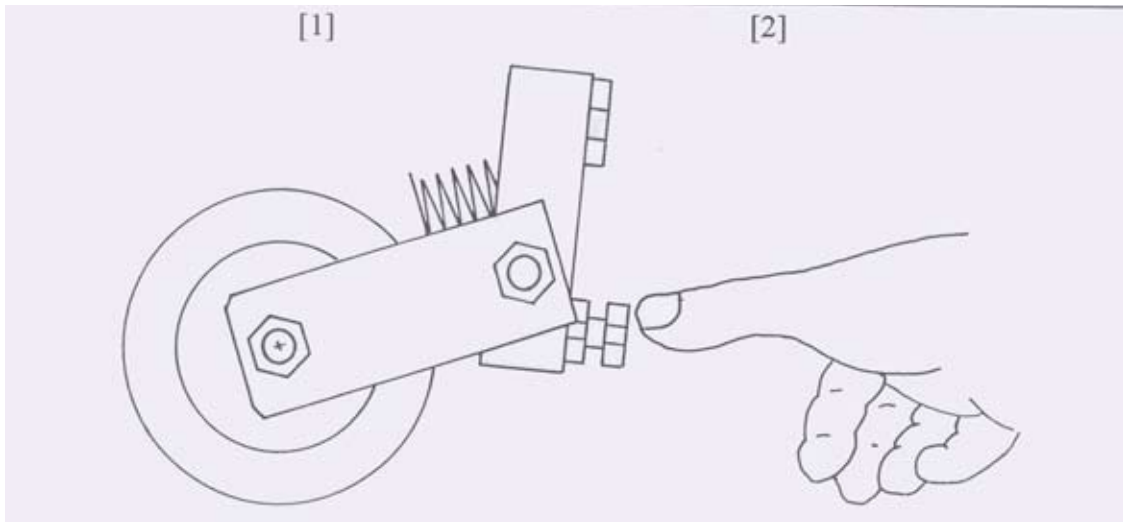
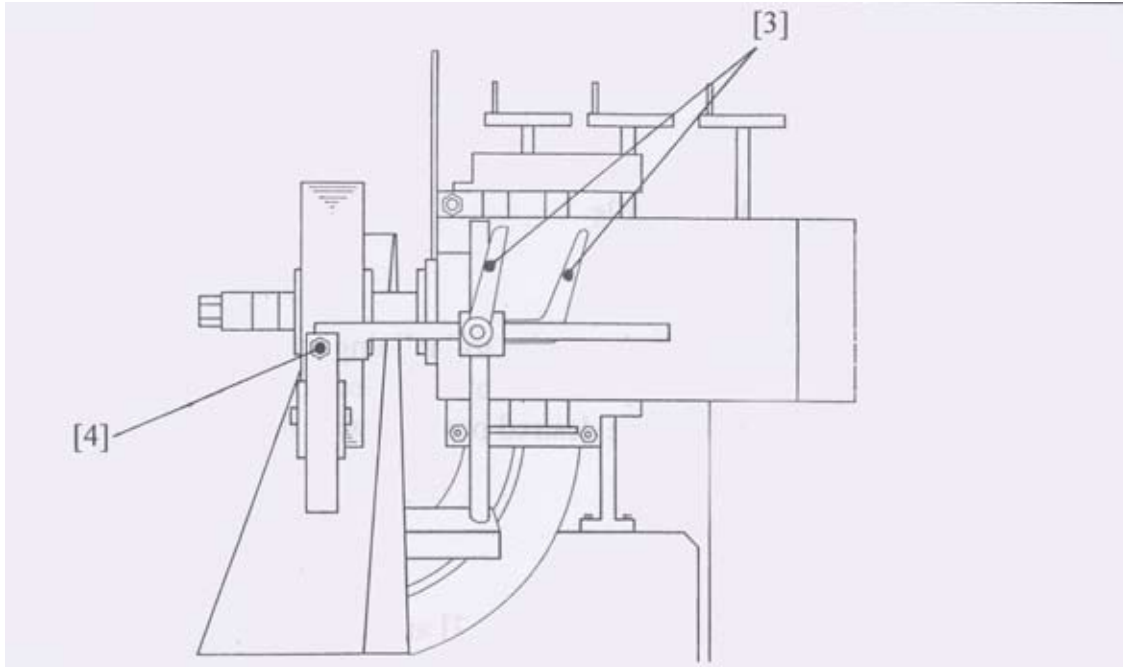

Рис. 5.1.
Рис. 5.2.
5.6. Установка прижимных роликов (см. рис. 5.1. и рис. 5.2.)